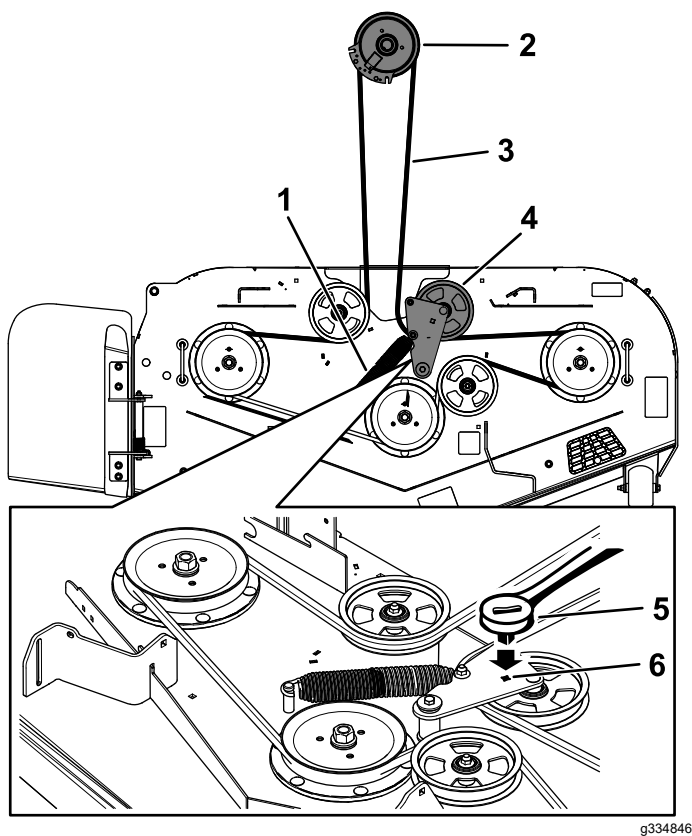

Figura 60
8. Utilize uma lingueta de $\frac{3}{8}$ pol. no orifício quadrado no braço intermédio para retirar a tensão da mola intermédia (Figura 60).
10. Retire a guia da correia no braço intermédio da mola (Figura 60).
12. Instale a nova correia à volta das polias do cortador e da polia da embraiagem por baixo do motor (Figura 60).
13. Coloque a guia da correia no braço intermédio (Figura 60).
14. Utilizando a lingueta de $\frac{3}{8}$ pol. no orifício quadrado, instale a mola intermédia (Figura 60).